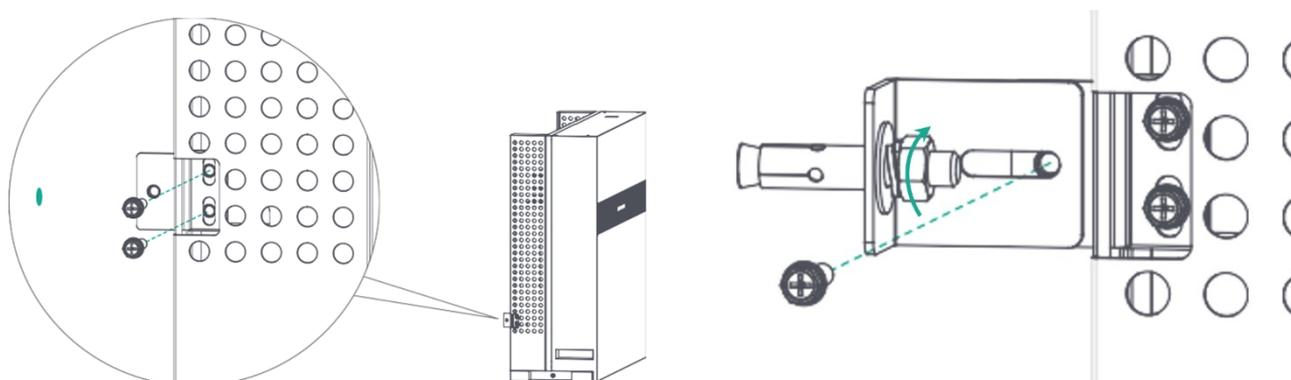

Abbildung 15: Montage Wandhalter
- Wandhalterung montieren (Halter A, Pos. 8), s. Abbildung 15